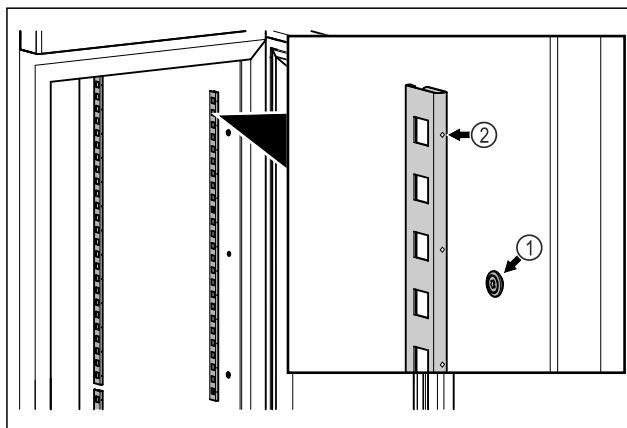

Fig. 48 Példaként szolgáló ábrázolás
- ▶ Akassza be a rögzítőléceket a felfüggesztésbe Fig. 48 (1). A jelölésnek Fig. 48 (2) előrefelé kell néznie.